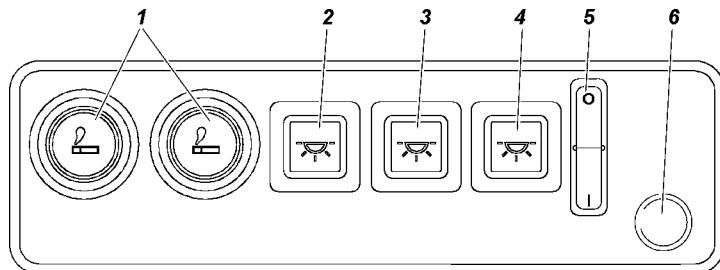

Рис. 3.5. Блок выключателей:
- дополнительными светильниками медицинского салона (блок выключателей рис. 3.5);
1 -леер; 2 -светильник; 3 -держатель капельниц; 4,8 -шкаф для приборов и медицинских укладок; 5-кресло врача; 6 -стол с электроумывальником; 7 -блок предохранителей (рис. 9.2) и реле блокировки двигателя; 9 -блок выключателей (см. рис.3.5), 10 -преобразователь напряжения; 11 -розетка 220В
На щитке управления, расположенному в медицинском салоне на столе (см. рис. 3.5), производится включение/отключение: